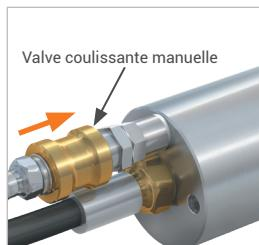

Figure 6
- ▶ Faites coulisser le manchon coulissant de la valve coulissante manuelle (Pos. 6) vers l'avant (*Figure 6*). La pression pilote est acheminée. Les joints frontaux élastiques (Pos. 7) ou les joints principaux (Pos. 8) sont comprimés, et le connecteur s'ajuste automatiquement à la pièce d'essai afin d'établir une connexion étanche.